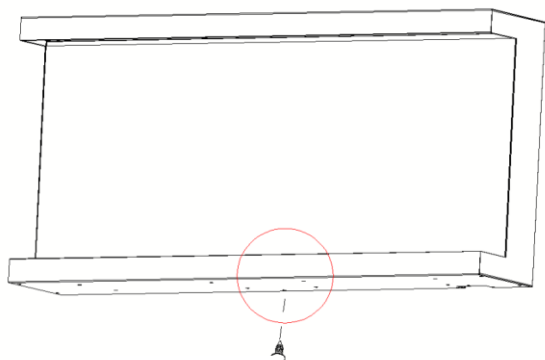

Fig 1-1
A.Sundejte stříbrný šroub ve spodní části zařízení. (**Fig. 1-1**). Odložte šroub stranou.